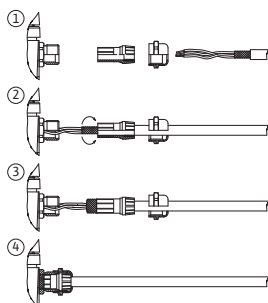

Fig. 31: Skärmklämma
Skärmen ansluts till kabelgenomföringen på elektronikmodulen. Se Fig. 31.
Kablarna till de digitala ingångarna, analoga ingångarna och busskommunikationen måste vara avskärmade via metallkabelförskruvningen till kabelgenomföringen (Fig. 23, pos. 4, 5 och 6). Avskärmning se Fig. 31.